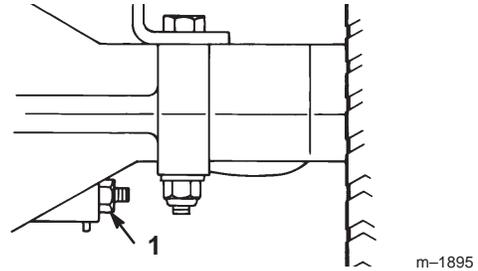

Bild 19
Die Bremse befindet sich an der rechten Seite der Hinterachse im Hinterreifen (Bild 19). Wenn die Bremse nicht sicher greift oder die Bremsleistung nicht ausreicht, ist eine Einstellung erforderlich.
2. Drehen Sie zum Erhöhen des Bremswiderstands die Bremseneinstellmutter (Bild 19) 1/8 Umdrehung im Uhrzeigersinn; dann kontrollieren Sie die Bremse wieder. Wiederholen Sie die Einstellung und Kontrolle so lange, bis die Bremse richtig eingestellt ist.